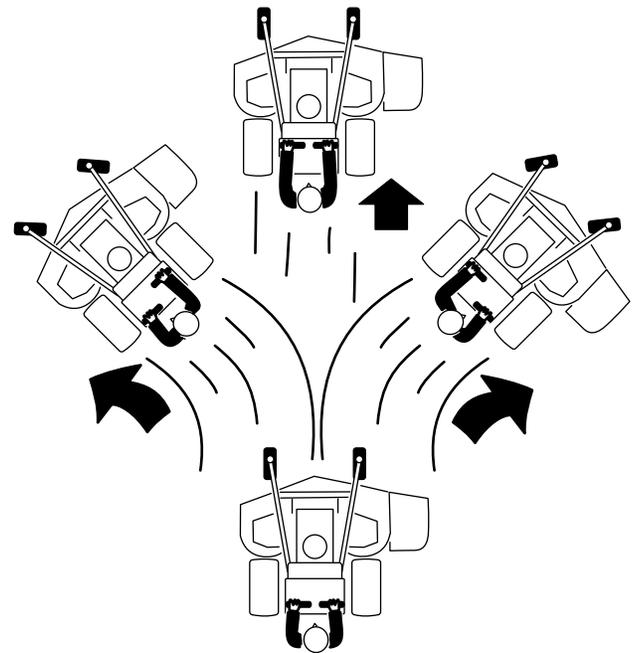

Рисунок 15
3. Медленно переведите рычаги управления движением вперед (Рисунок 15).